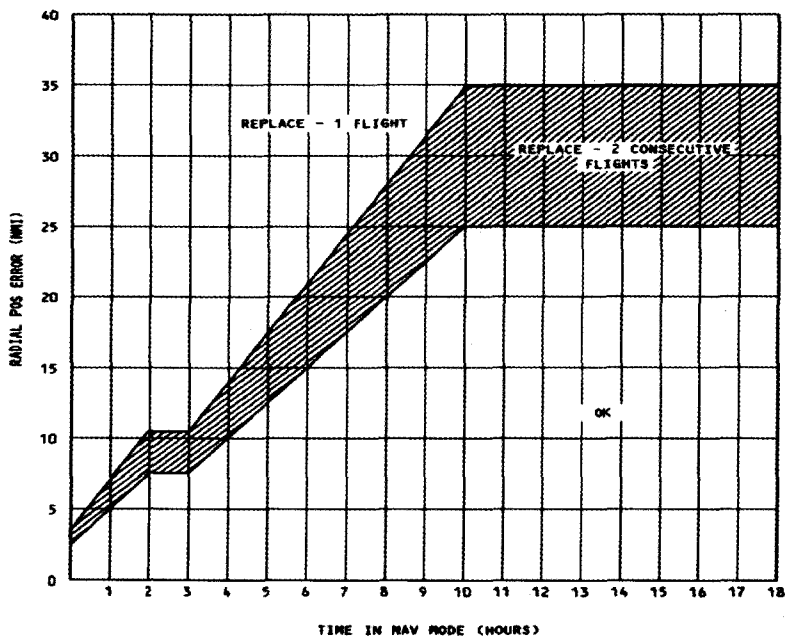

图1 B737-300
①若惯导关闭,只能计算左惯导误差,不能计算右惯导误差。因为飞机落地后无线电定位不工作,FMC仅利用IRS定位,且优先使用左IRU,所以FMC LAST POS位置即左IRU位置(仅适用于B737-300);
②若惯导未关闭,可从CDU IRS MONITOR页面得到误差信息。
③在CDU上选择航段页面,将飞机实际位置和机组提供IRU经纬度作为两个不同的航路点则FMC即可算出IRU的径向位置误差,结合机组提供的IRU在NAV方式的工作时间查看IRU Radial Position Error表。
④3+3T公式在IRU径向位置误差计算中仅作参考,维护人员应严格按照AMM34-28-01 PAGE111 Figure103(737-300)(见:图1)和AMM34-21-00 PAGE207 Figure201(737-700)确定更换标准。